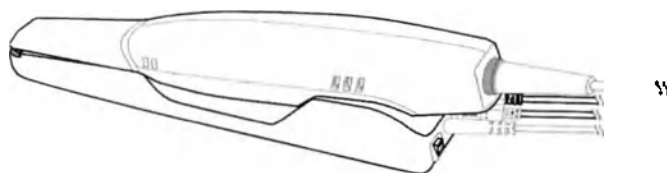

Рисунок 12.
(3) Присоедините блок питания к сканеру Aoralscan 2.
(4) Поместите сканер на подставку и оставьте на некоторое время.
(5) Когда светодиодное кольцо на конце корпуса сканера загорится зеленым цветом, нагреватель автоматически включится и определит температуру (см. Рисунок 12).